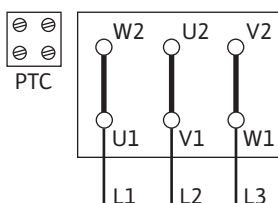

Fig. 12: Δ-превключване
- Захранването от мрежата зависи от мощността на мотора P2, от мрежовото напрежение и от вида стартиране. Необходимото свързване на съединителните мостове в клемната кутия е посочено в таблицата по-долу и на Fig. 12, 13 и 14.